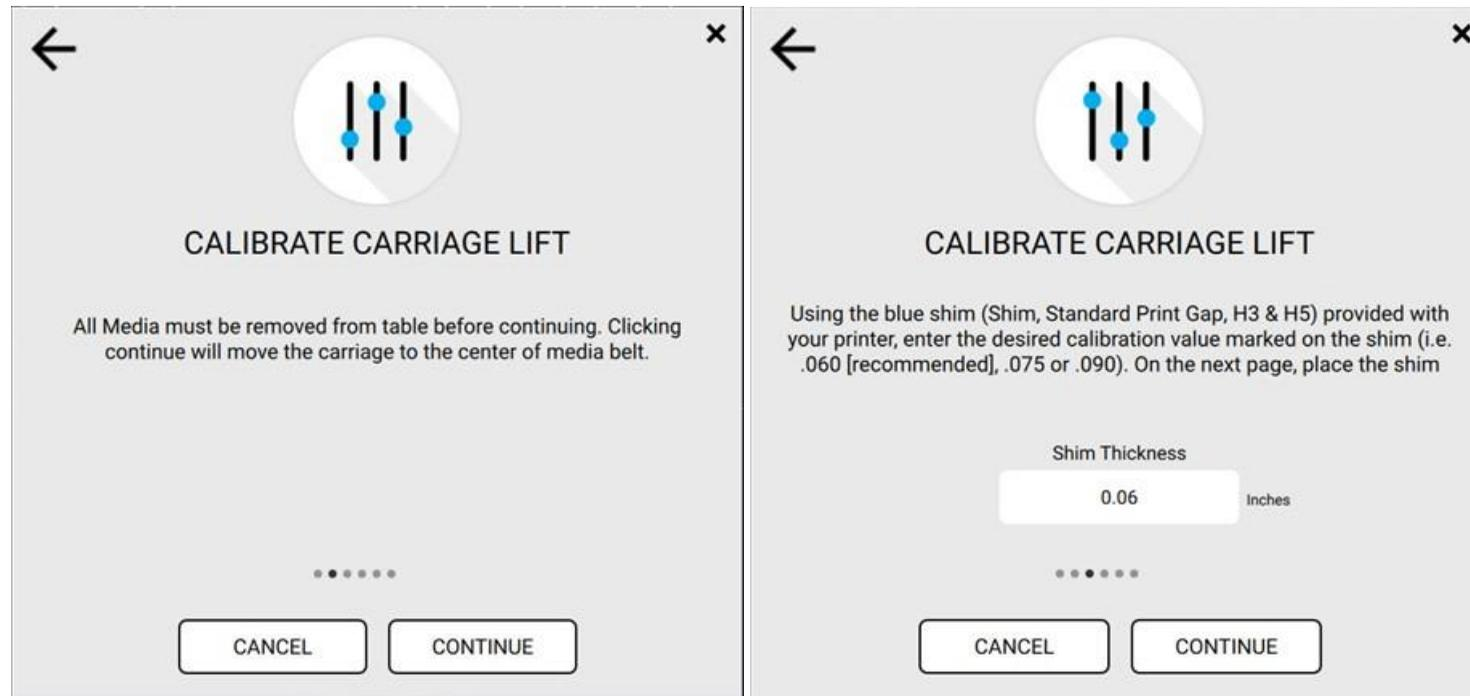

Рисунок 4-4: Remove Media (слева) и Shim Thickness (справа)
2. Нажмите **Continue**. Откроется окно **Remove Media** с требованием убрать со стола материал, Рисунок 4-4, (слева).
4. Откроется окно с настройкой толщины шупа **Shim Thickness**, Рисунок 4-4: (справа).